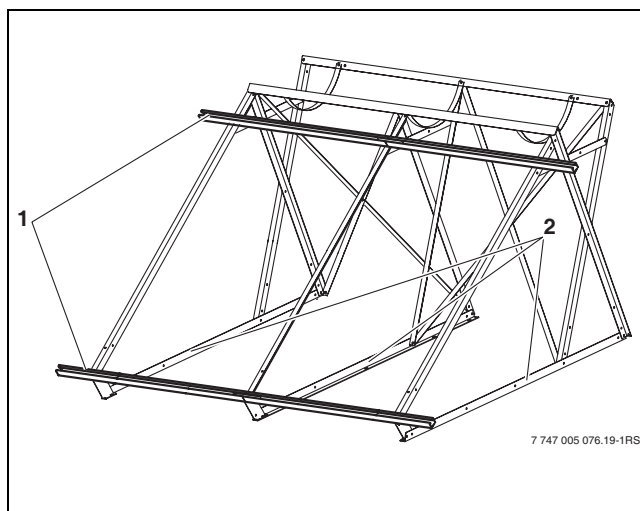

Fig. 24 Poser les rails profilés TP/CT
- ▶ Positionner les rails de support en bas (→ fig. 24, [2]) parallèlement les uns par rapport aux autres.